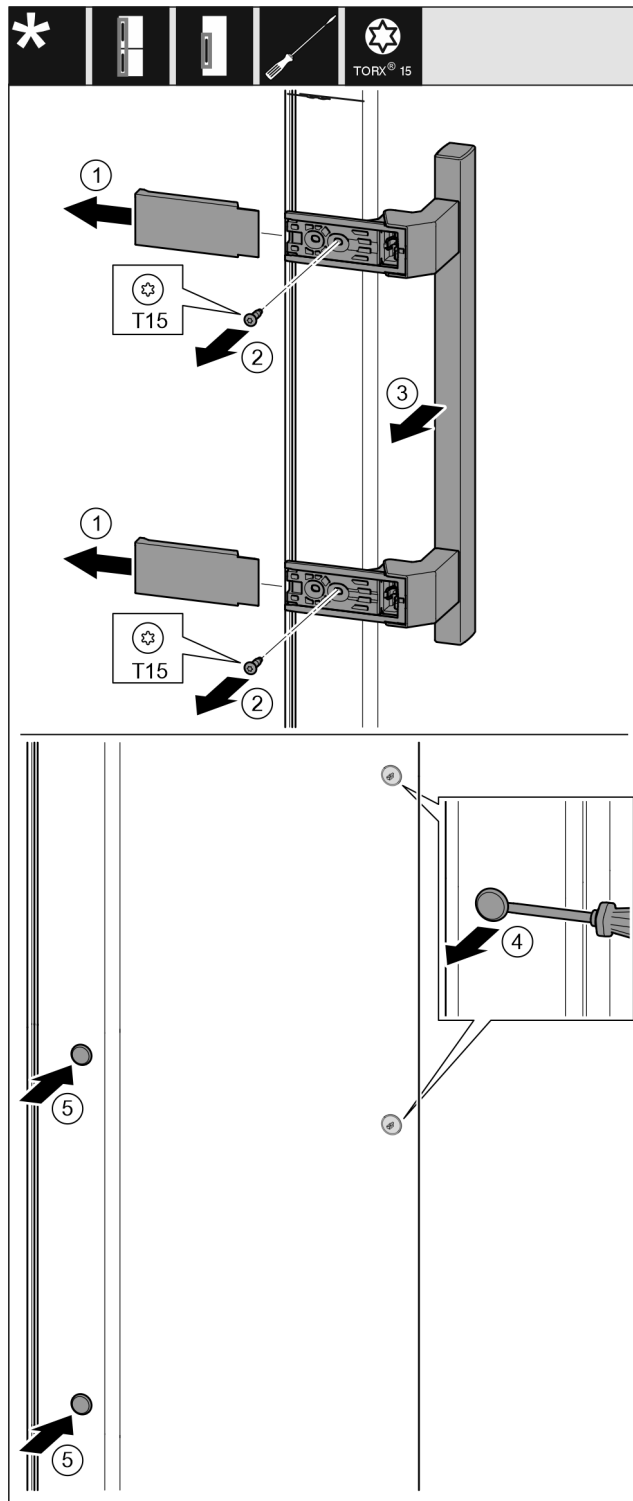

Fig. 39
- Αφαιρέστε το κάλυμμα. Fig. 39 (1)
- Ξεβιδώστε τις βίδες με κατσαβίδι T15. Fig. 39 (2)
- Αφαιρέστε τη λαβή. Fig. 39 (3)
- Ανασηκώστε προσεκτικά και τραβήξτε έξω την πλαϊνή τάπα με ένα ίσιο κατσαβίδι. Fig. 39 (4)
- Τοποθετήστε ξανά την τάπα στην άλλη πλευρά. Fig. 39 (5)